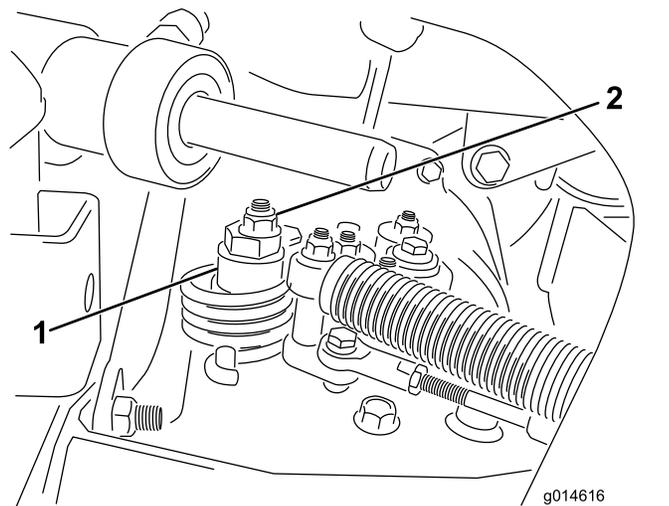

Рисунок 51
- A. Ослабьте гайку крепления эксцентрика к верхней части гидростата (Рисунок 51).